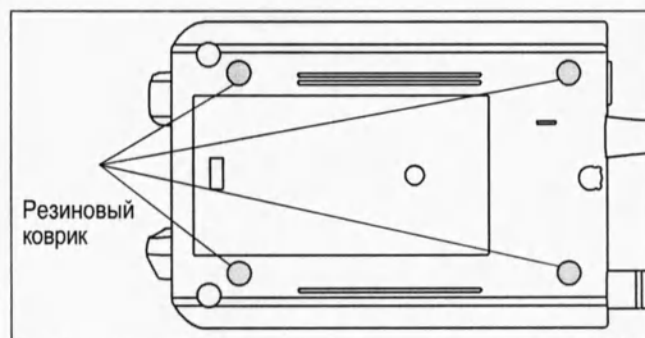

Рис.5
- 2) Установите резиновый коврик в нужное место (См. Рис. 5).